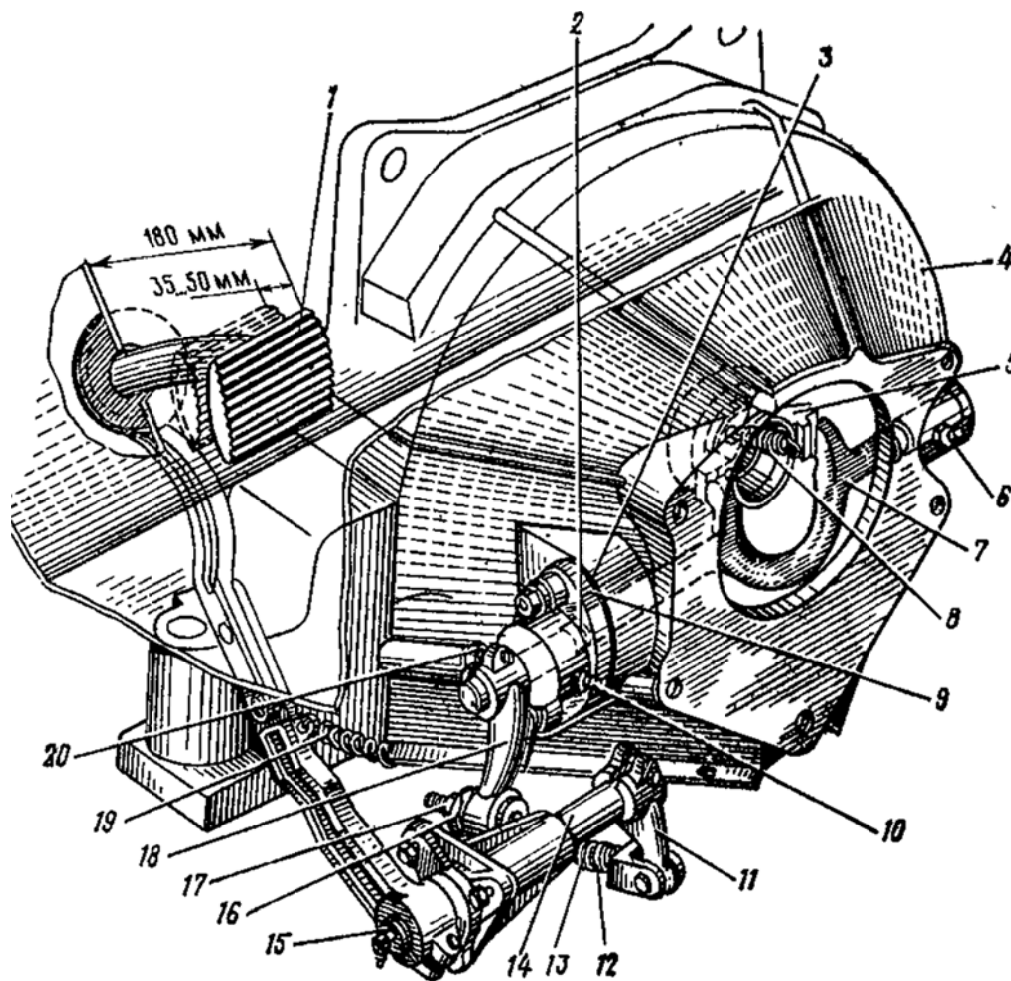

Рис. 3.3. Привод выключения сцепления автомобиля ЗИЛ-131:
<p>26. Соединить тягу сцепления с рычагом педали сцепления и закрепить ее. Произвести регулировку свободного хода педали сцепления:</p> <p>отвернуть контргайку 17 (рис. 3.3) тяги 12 на несколько оборотов;</p> <p>вращая ключом регулировочную гайку 16, отрегулировать величину свободного хода педали сцепления, который должен быть 35–50 мм, полный ход педали – 180 мм;</p> <p>затянуть контргайку 17, не допуская поворачивания сферической регулировочной гайки</p>	<p>Ключи 14 × 17, 17 × 19, линейка</p>
6. Расшплинтовать палец тяги 12 (рис. 3.3) привода выключения сцепления и вынуть его. Отсоединить тягу 12 от рычага 11 и оттяжную пружину 19 от педали 1	Плоскогубцы комбинированные 150
<p>20. Соединить тягу 12 (рис. 3.3) выключения сцепления с рычагом 11 вала педали сцепления, вставить палец и зашплинтовать его. Установить оттяжную пружину 19</p>	<p>Плоскогубцы комбинированные 150, отвертка 175 × 0,7</p>